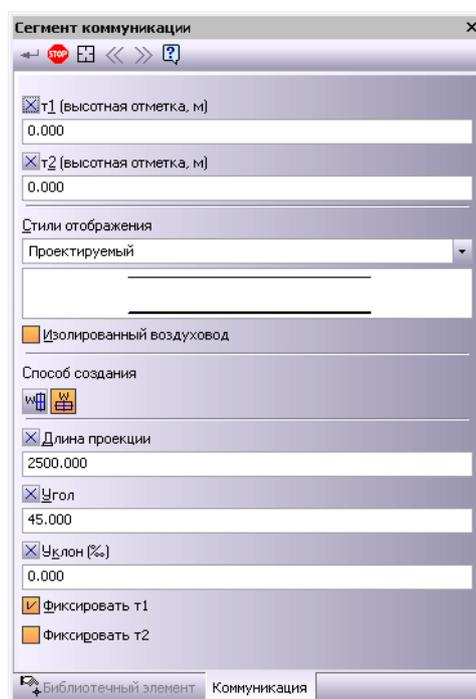

Рис. 2.18 Вкладка **Коммуникация** при редактировании сегмента коммуникации
5. Чтобы перейти к редактированию отдельных сегментов коммуникации нажмите кнопку **Выбор указанием** . Укажите курсором сегмент для редактирования, **Панель инструментов** примет вид изображенный на Рис. 2.18.